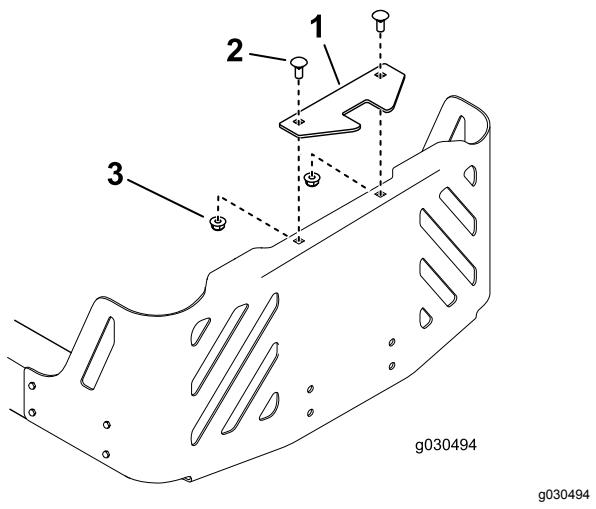

Figura 10
1. Montate la staffa di stabilizzazione sulla protezione del motore utilizzando 2 bulloni a testa tonda (5/16 x 3/4") e 2 dadi di bloccaggio (5/16") (Figura 10).